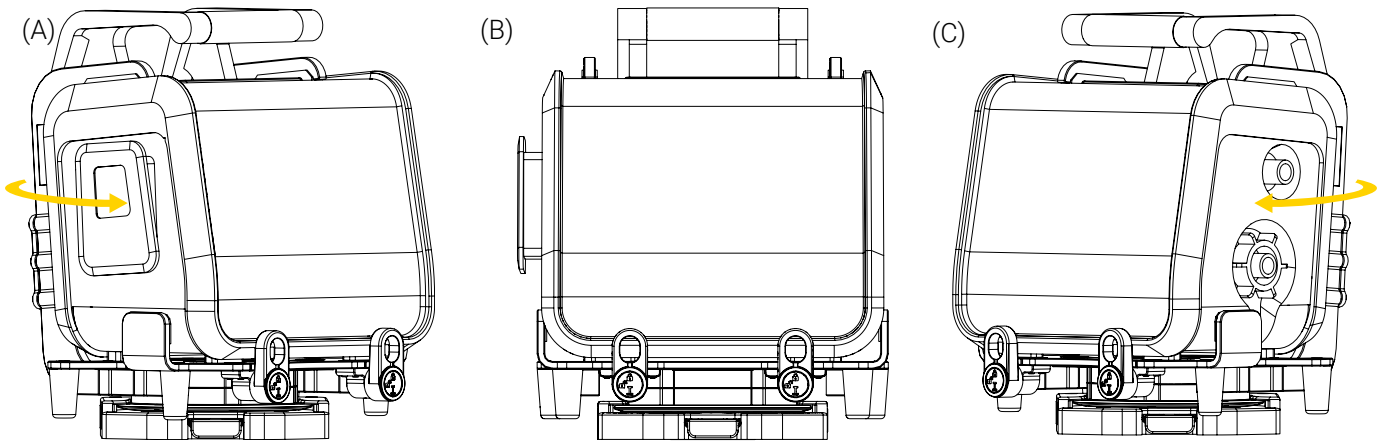

Figure 10: Rotation du support Bracket Pro Serie 60 - FL sur une Standard Surface Base
3. Tourner le support dans le sens horaire ou antihoraire, jusqu'à la position désirée (Figure 10).